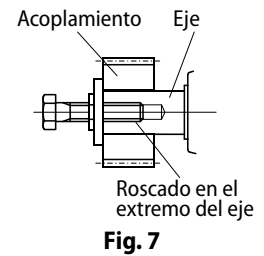

Fig. 7
- Se recomienda para el montaje el ajuste por contracción, o el roscado en el extremo del eje (Fig. 7).